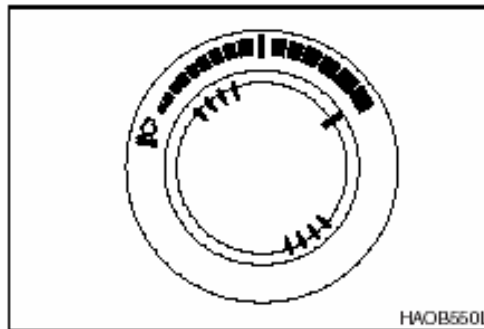

Figura 30
1. Fije el dial de control de la velocidad del motor (Figura 30) en la posición deseada.